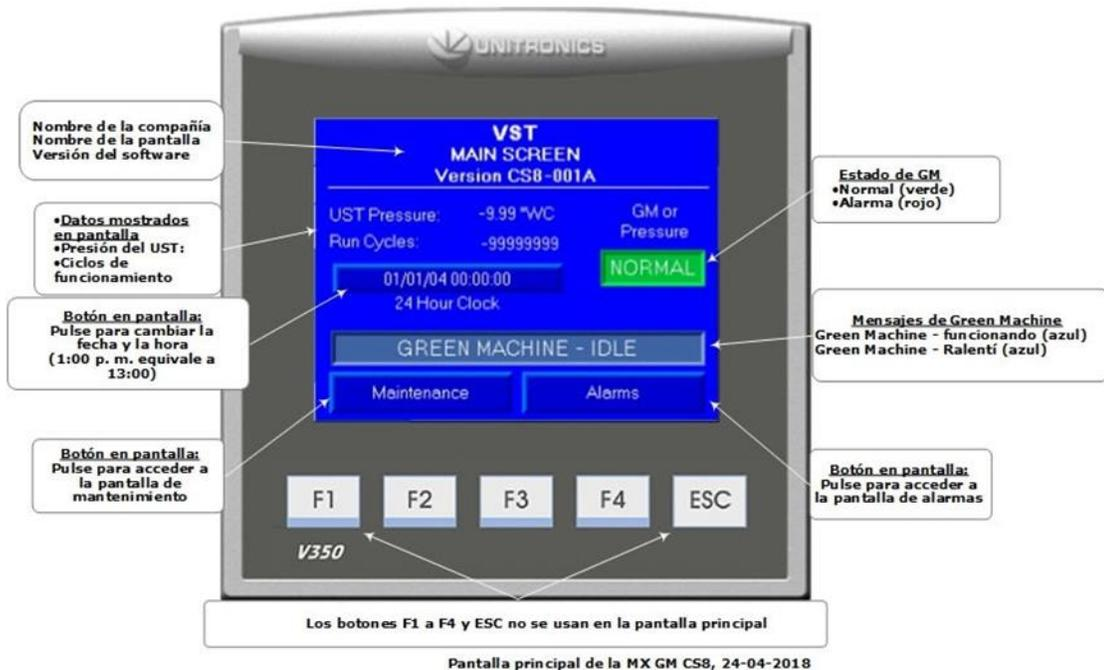

Figura 10-1: Pantalla principal
- **Vea la Figura 10-1 para conocer la pantalla principal**